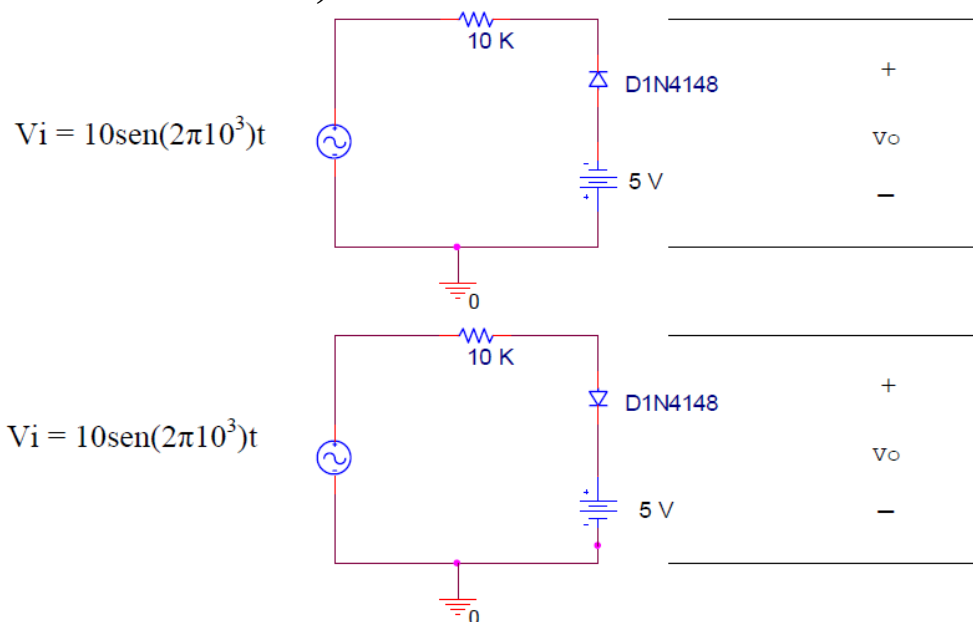

Fig. 8.
10.- Dados los circuitos recortadores de la Fig. 8 (un circuito recortador elimina parte de los picos de una tensión alterna).